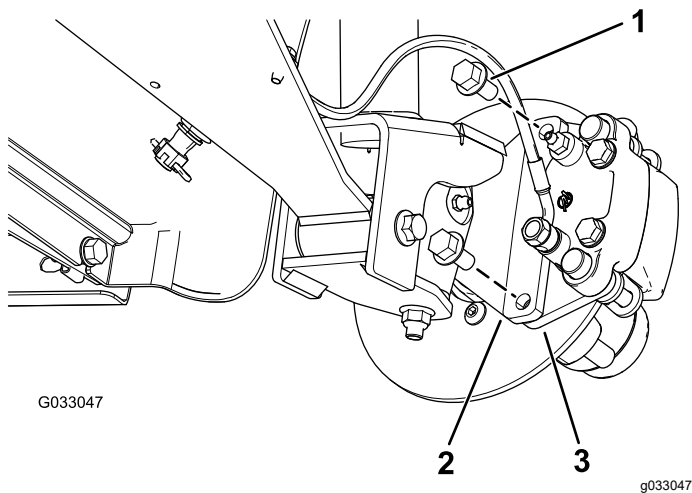
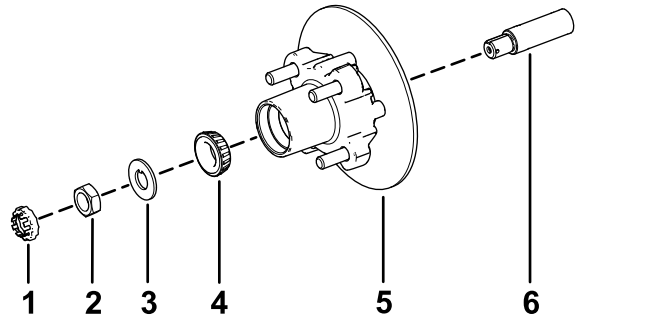

Figure 31
Figure 35
3. Retirez les boulons à embase ( $\frac{3}{8}$ " x  $\frac{3}{4}$ ") qui fixent le support du frein à la fusée et séparez le frein de la fusée (Figure 31).
1. Appliquez une fine couche de la graisse spécifiée sur la fusée (Figure 35).
2. Montez le moyeu et le rotor sur la fusée en plaçant le rotor à l'intérieur (Figure 35).
3. Montez le roulement extérieur sur la fusée et poussez le roulement contre la bague (Figure 35).
4. Montez la rondelle-frein à languette sur la fusée (Figure 35).
5. Vissez l'écrou de fusée sur la fusée et serrez l'écrou à 15 N·m tout en tournant le moyeu pour bien asseoir le roulement (Figure 35).
2. Alignez les plaquettes de frein de chaque côté du rotor (Figure 31) et alignez également les trous dans le support d'étrier et ceux de la fixation du frein sur le porte-fusée (Figure 35).
3. Fixez le support d'étrier au porte-fusée (Figure 31) à l'aide de 2 boulons à embase ( $\frac{3}{8}$ " x  $\frac{3}{4}$ ").